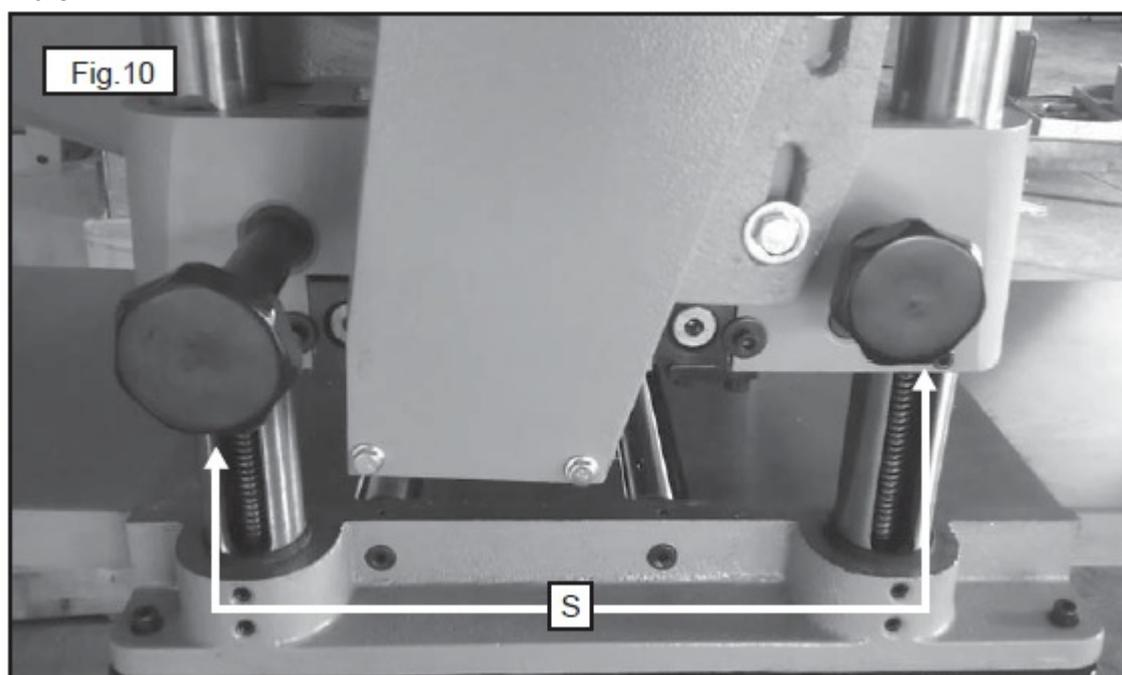

Рис. 10
ПРИМЕЧАНИЕ: проверить, чтобы два фиксатора (S) головки, рис. 10, были ослаблены перед поднятием узла головки.